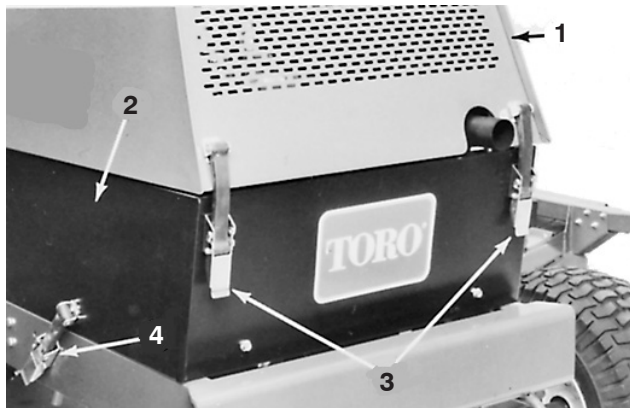

Figure 33
1. Déverrouillez, soulevez et calez le capot en position. Déverrouillez et déposez le panneau latéral gauche (Fig. 33). Vérifiez que la béquille de sécurité est bien engagée dans l'un des supports du capot.
1. Déverrouillez, soulevez et calez le capot en position (Fig. 33). Vérifiez que la béquille de sécurité est bien engagée dans l'un des supports du capot. Déverrouillez et déposez les deux panneaux latéraux (Fig. 33).